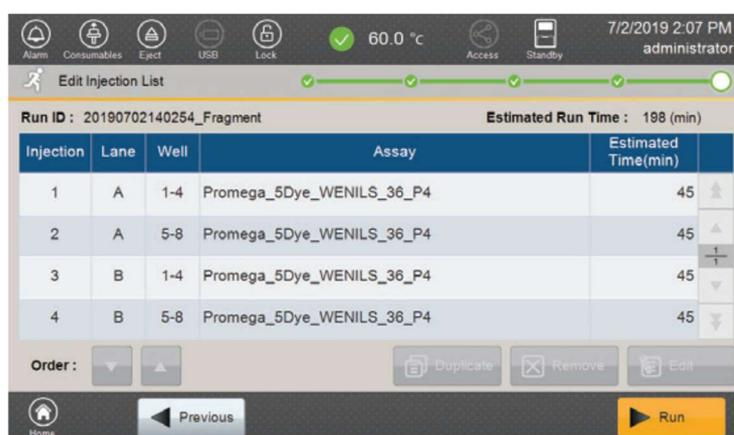
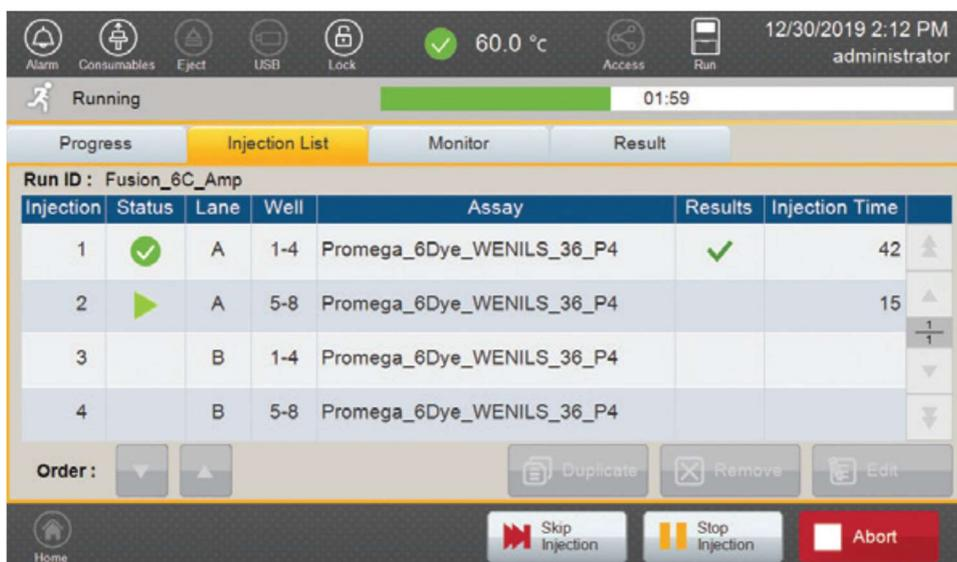

図 94 Edit Injection List 画面
図 98 Injection List タブ
4. オートサンプラーがホームポジションに戻ると、**Edit Injection List** 画面（図 94）が表示されます。Injection list を編集する場合は、セクション 5.6 を参照してください。
Edit Injection List 画面（図 94）では、ラン開始前にリンクされたストリップに割り当てられたランアッセイを変更できます。また、この画面からインジェクションの削除、複製、並び替えもできます。デフォルトでは、インジェクションリストには予定されているすべてのインジェクションがレーンとウェルの位置の順に表示されます。画面右側の矢印で特定の injection を探すことができます。
1. リスト（図 94）で適切なインジェクションを選択し、**Edit** を選んで Select Assay ウィンドウを開きます。
1. リスト（図 94）から削除したい injection を選択し、**Remove** を選びます。
リスト（図 94）から該当するインジェクションを選択し、**Duplicate** を選択します。複製されたインジェクションはインジェクションリスト一番下に追加されます。
1. リストで適切なインジェクションを選択し、**Edit Injection List** 画面（図 94）の左下にある ▲ ▼ ボタンで順番を変更します。
Injection List タブ（図 98）では、セットアップ手順（セクション 5.5）の **Edit Injection List** 画面（図 94）と同じ情報が表示され、さらにステータス情報と Progress タブと同じフッターボタンが追加されます。